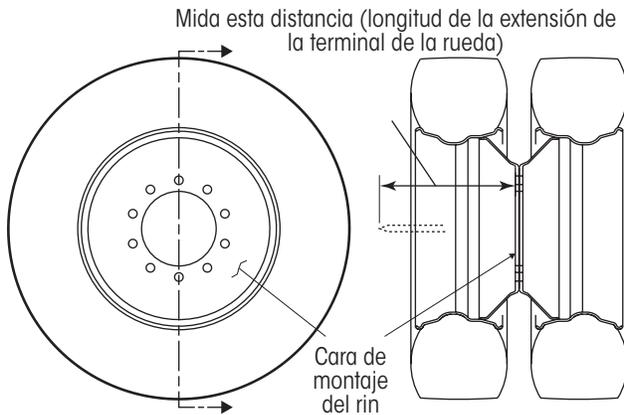

Figura 20: Midiendo la longitud de la extensión de terminal de rueda
- A. **Mida** la longitud de una extensión de terminal de la rueda. **Mida** desde la cara de montaje del rin a la punta de la extensión de la terminal de rueda (Figura 20).